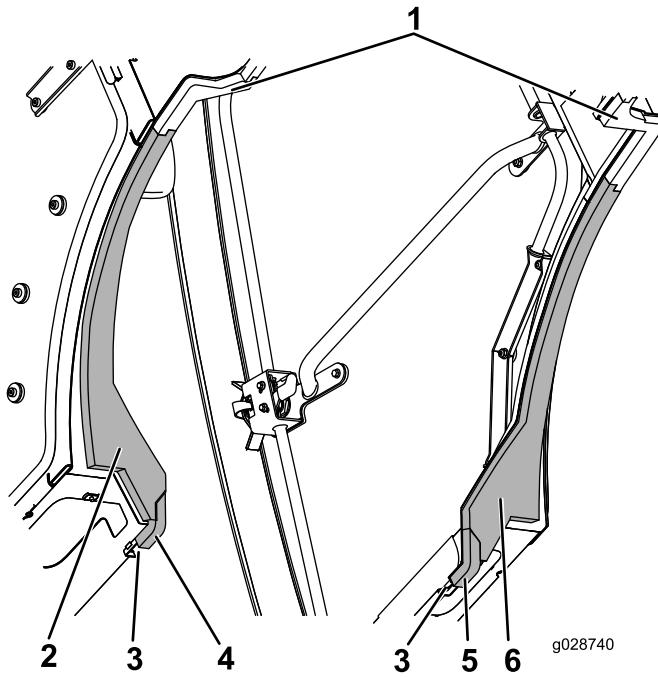

Figura 60
- 4. Alinhe as extremidades mais interiores das peças de espuma do depósito esquerda e direita com as peças de espuma intermédias direita e esquerda e ligue as abas (Figura 60).
- 5. Pressione a extremidade frontal das peças de espuma laterais esquerda e direita contra o canal e ligue a extremidade traseira em ângulo das peças de espuma laterais com as peças de espuma do depósito (Figura 60).